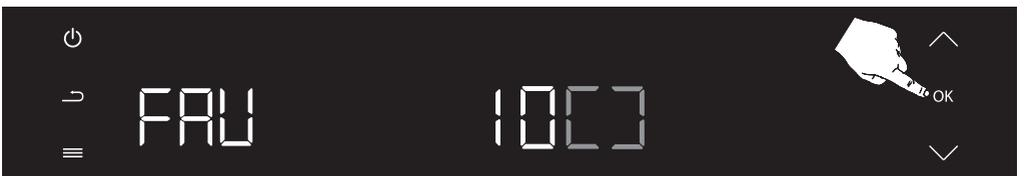

Abbildung 63
Nachdem Sie die Favoritenummer ausgewählt haben, drücken Sie einmal die Bestätigungstaste (OK), um die Auswahl des Favoriten zu bestätigen. (siehe Abbildung 63)